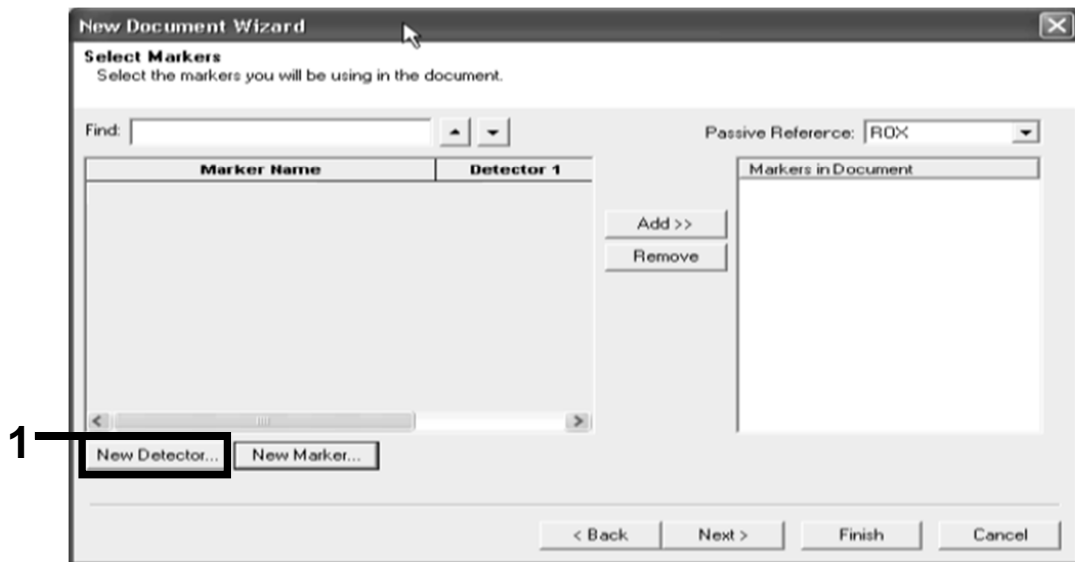

Figure 14. Le panneau « Markers in Document » (Marqueurs dans le document) ne contient pas de marqueur adapté à votre application
15. Créer les détecteurs et les marqueurs comme suit. Cliquer sur « New Detector » (Nouveau détecteur) (figure 14).
18. Cliquer sur « New Marker » (Nouveau marqueur) dans la boîte de dialogue « Select Markers » (Sélectionner marqueurs) (voir figure 14).